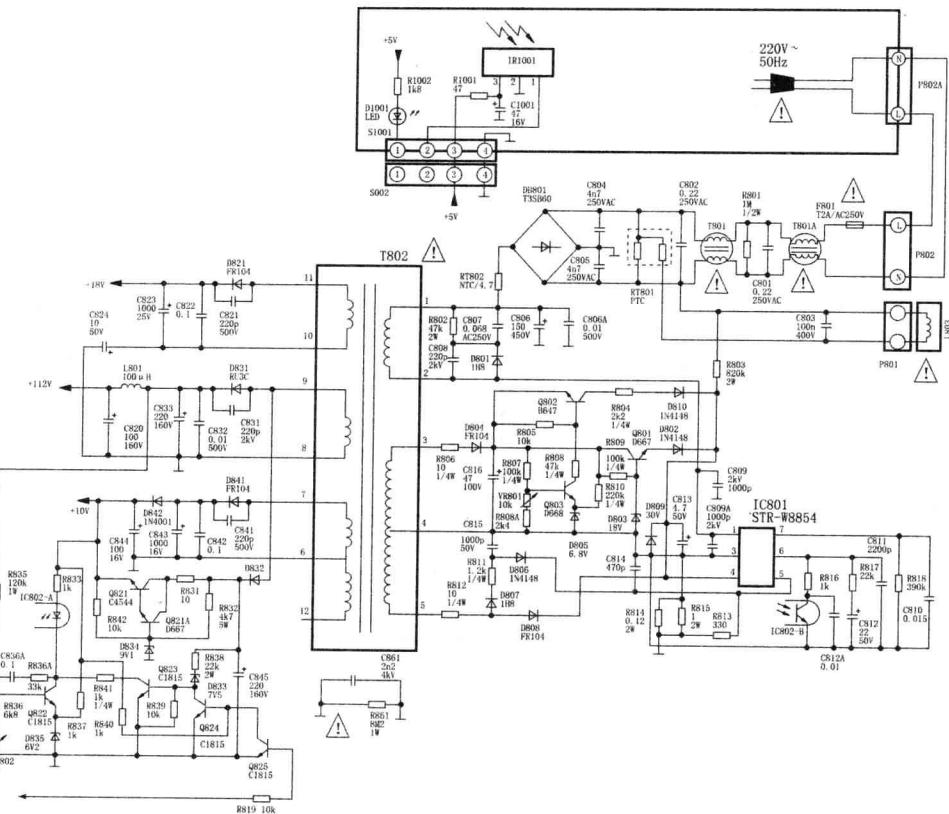

图 3-3 TCL 21189E 型彩电开关电源电路
工作原理 (图 3-3) 交流 220V 电压经线路滤波、桥堆 DB801 整流、C806 滤波, 形成 300V 直流电压。该电压经开关变压器 T802 的①—②初级绕组加到集成电路 IC801 (STR-W8854) 的①脚, 为内部开关管的集电极提供工作电压。同时, 220V 电压的一端经启动电阻 R803 为 IC801 的④脚提供启动电压。开关变压器 T802 的③脚输出脉冲电压经 D804 整流、C816 滤波, 形成的直流电压经 Q801 稳压后从发射极输出, 为 IC801 的④脚提供正反馈电压。开关变压器 T802 的⑤脚输出脉冲电压, 经 D809 整流、C813 滤波形成直流电压, 加到 IC801 的④脚, 为内部电路提供工作电压。